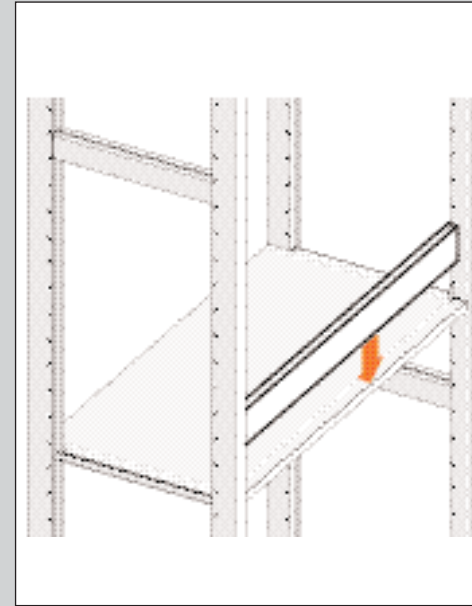

ABBILDUNG 58
3. Schieben Sie die Blenden von oben über die Halterungen (siehe Abb. 58).